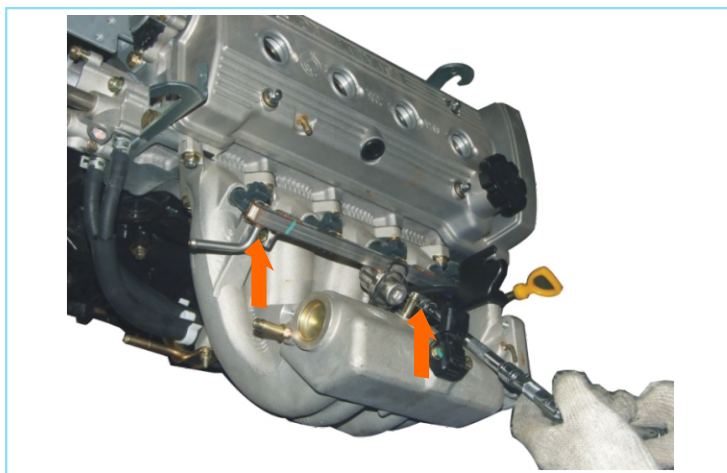

图2-139 拧紧进气歧管上固定传输管的螺栓
⑦拧紧进气歧管上用来固定传输管的2个螺栓（如图2-139所示），扭矩： $15\text{N} \cdot \text{m}$ 。